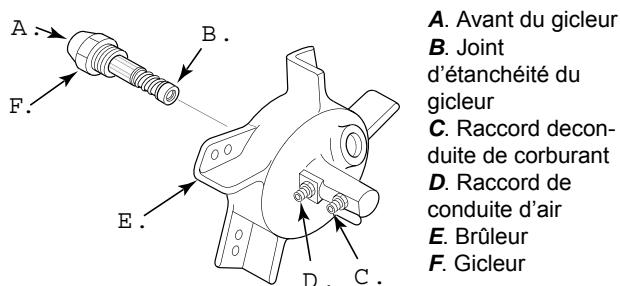

Figure 24 – Dépose du gicleur, Modèles 20, 29 et 44 kW.
6. Enlever les trois (3) vis à l'aide d'une clé à douille de CH 8 et enlever le brûleur de la chambre de combustion.
8. Enlever soigneusement le gicleur du brûleur à l'aide d'une clé à pipe de CH 16 (voir figure 24).